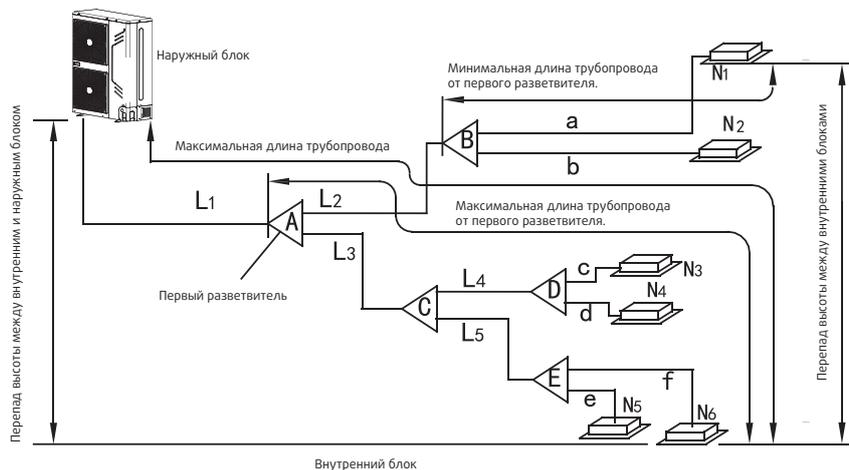

Рис. 4-7
- При монтаже газовых и жидкостных труб горизонтальные участки труб между разветвителями и блоками на одном этаже (например на Рис. 4-7, L2-L3-L4 для 3 этажа, L6, L7 для 2 этажа, L8, L9 для 1 этажа) не должны иметь перепадов по высоте, т.е. быть горизонтальными, за исключением уклона 1:100 в сторону наружного блока.